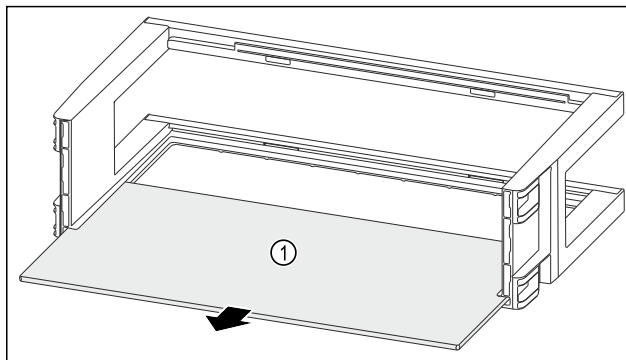

Fig. 117
- Retirer la tablette de rangement Fig. 117 (1).